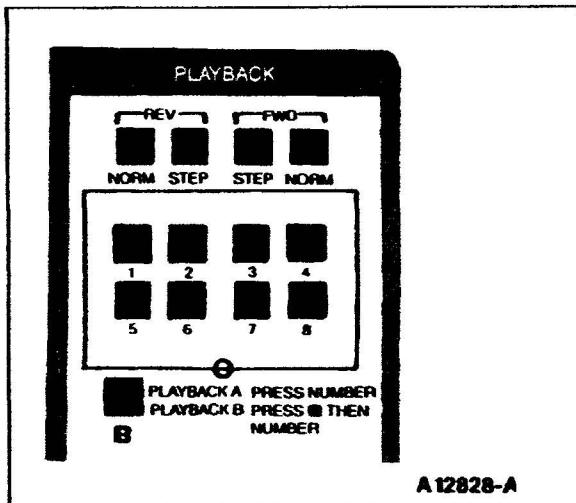

Abbildung 5
4. Als letzten Schritt die weiße Testkarte um die 8 Rückspiel-Knöpfe legen. Auf dieser Karte werden später die Namen der beobachteten Signale notiert. Siehe Abbildung 5.